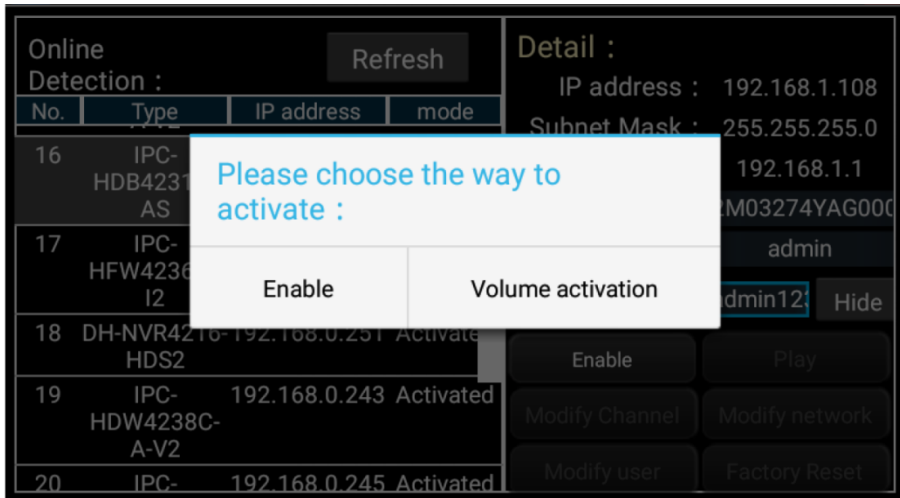

Рис. 167 Активация камер Dahua
2. Активируйте камеру и задайте имя пользователя и пароль (рис. 167, 168)